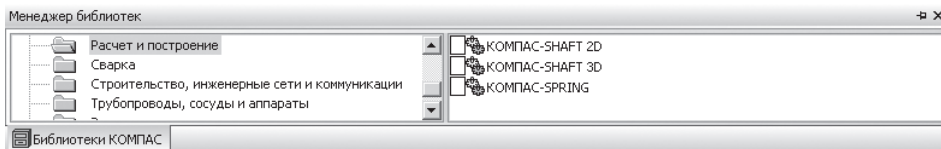

Рис. 3.1. Окно системы управления библиотеками **Менеджер библиотек** с открытыми системами **Расчет и построение**
- щелкните в левой части окна системы управления библиотеками **Менеджер библиотек** по пункту **Расчет и построение**. В правой части появятся соответствующие системы, см. рис. 3.1;